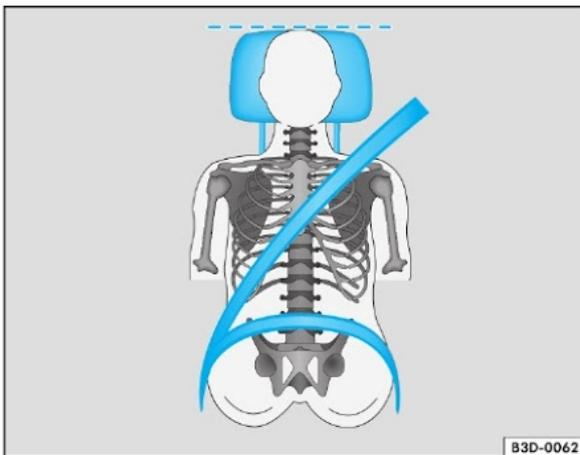
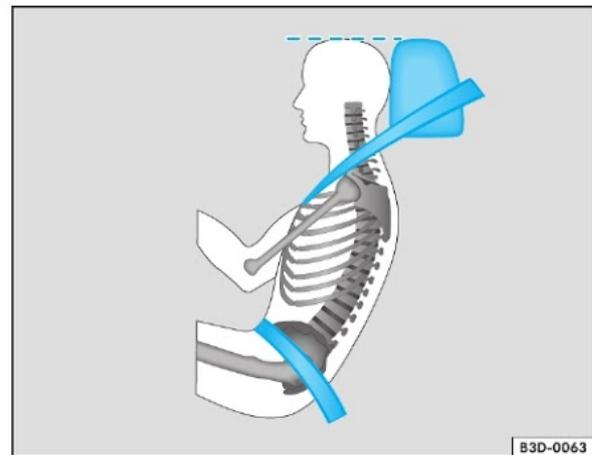

Fig. 1 Apoio para cabeça corretamente ajustado visto de frente
Fig. 2 Apoio para cabeça corretamente ajustado visto de lado
- Ajuste os apoios para cabeça, de forma que a parte superior do apoio fique no mesmo nível ou o mais próximo possível da parte mais alta da sua cabeça ⇒ Página 11, fig. 2, ⇒ Página 11.
- Ajuste os apoios para cabeça, de forma que a parte superior do encosto fique no mesmo nível ou o mais próximo possível da parte mais alta da sua cabeça ⇒ **fig. 1** e ⇒ **fig. 2**.